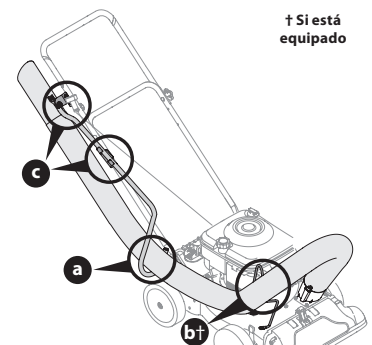

Figura 5
4. Sitúe el caño de la manguera en final curvo de mango de manguera junto al canal de la cortadora y en la cuna de la manguera (Si procede). Vea a y b en la Figura 5.
5. Primero, una a presión la manija de la manguera con el soporte para la manija de la manguera superior, y después con el soporte de la manguera inferior. Vea c en la Figura 5.